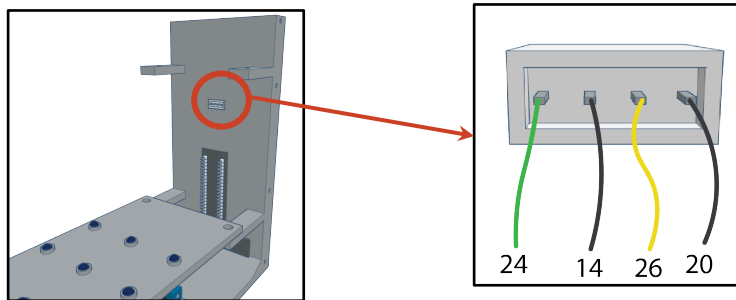

Figure 17. Connecting the 3.3V RGC output pins to the GPIO. Note that the socket is not shown in the connectivity cartoon.
- Placez-le dans l'orifice central de P1, comme illustré sur la **Fig. 17**. Le côté où les broches sont recouvertes par le connecteur doit être orienté vers l'intérieur du boîtier. **Le connecteur doit se trouver à l'intérieur du boîtier et les broches à l'extérieur. Le connecteur doit s'insérer fermement dans l'orifice du boîtier.*
- Fixez les fils du kit aux 4 broches de la prise à l'intérieur du boîtier RetlNaBox (**Fig. 17**).
- Reliez ces fils en série avec des fils Dupont femelles (utilisez du ruban électrique isolant pour sécuriser cette connexion) et connectez-les aux broches GPIO correspondantes (selon la logique de la **Fig. 17**).